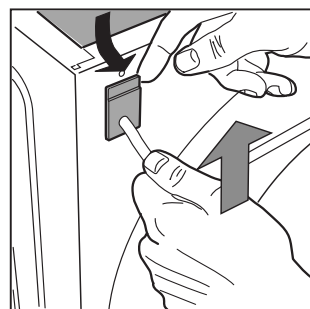

Fig. 5
4. Allontana leggermente la parte superiore del passacavo dallo schienale, tira il cavo di alimentazione verso l'alto e quindi estrailo [fig. 5].